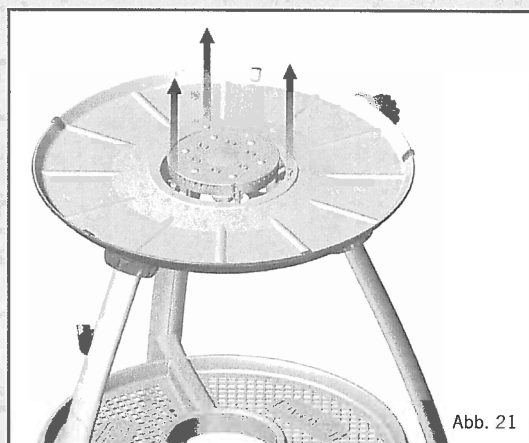
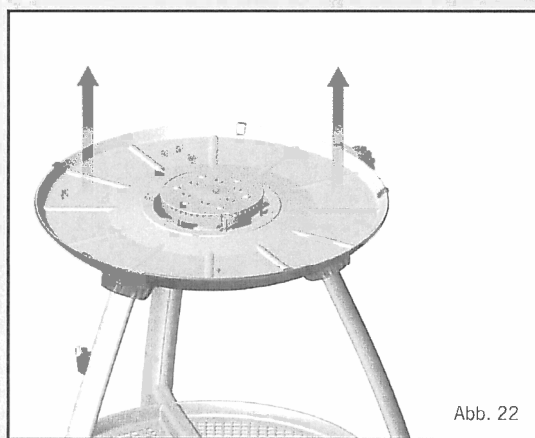
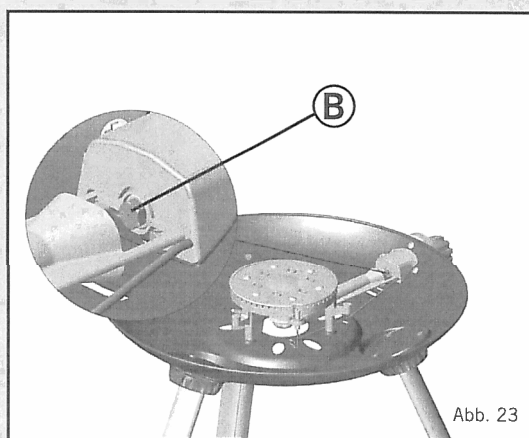

Abb. 21
Abb. 22
Abb. 23
- **Vorgehensweise:** Entfernen Sie die drei Schrauben der Hitzeschildplatte (Abb. 21). Entfernen Sie die Hitzeschildplatte (Abb. 22). Achten Sie darauf, dass die Piezo-Elektrode nicht beschädigt wird. Die Düse (B) kann jetzt mithilfe eines geeigneten Schlüssels entfernt werden (Abb. 23). Keine Zange verwenden! Dies kann die Düse beschädigen, so dass sie unbrauchbar wird oder sich nicht mehr entfernen lässt. Schrauben Sie die neue Düse in das Ventil. Die Düse nicht zu fest anziehen, da dies die Düse beschädigen könnte.